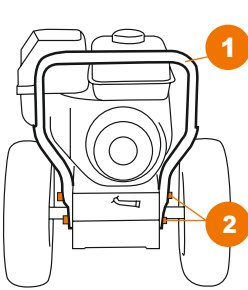

Рис. 1
ё Закрепите нижнюю часть рукоятки (1) к корпусу снегоуборщика с помощью четырех болтов и шайб (2) (Рис. 1).